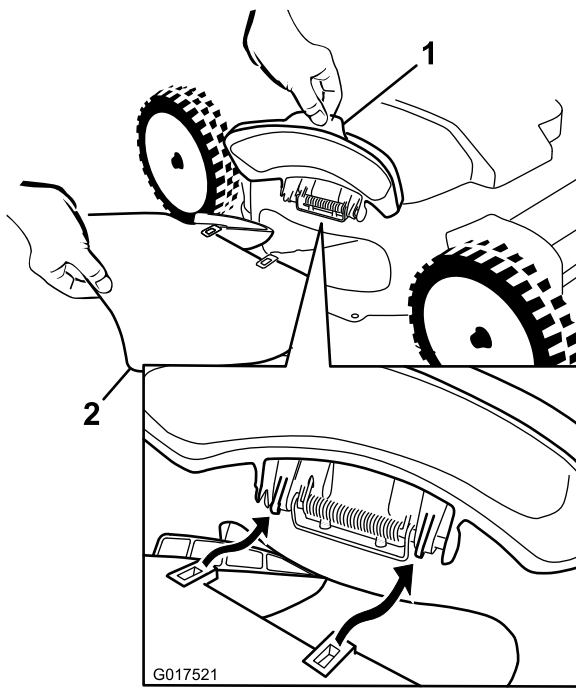

Рисунок 27
1. Поднимите боковой отражатель выброса в открытое положение (Рисунок 27).